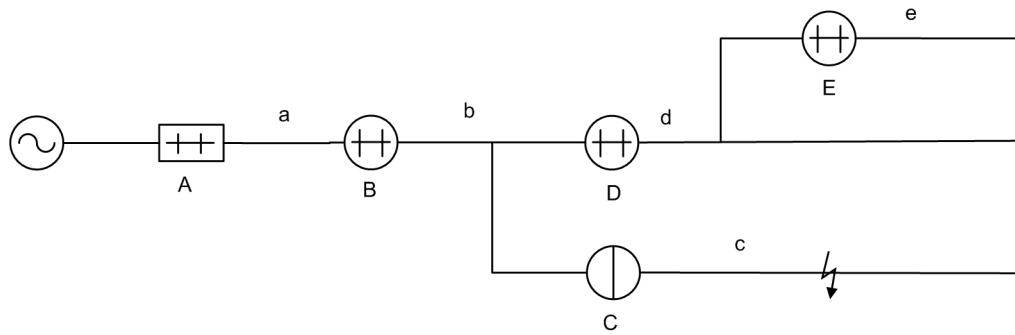

图 2-54 分段器 C 隔离故障（电压电流型）
- 4、断路器 A 第三次重合，分段器 E 有压合闸，恢复供电，如图 2-54 所示。
分段器 C 一直保持分闸状态，直至收到复归信号“> 解锁线路 x 闭锁合闸”，如图 2-54 所示。